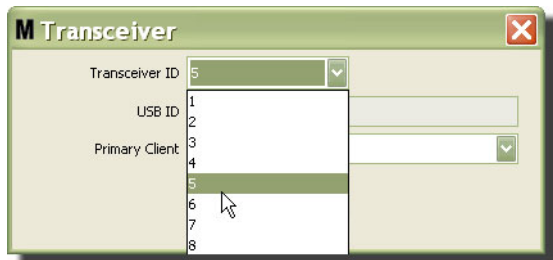

FIG. 89
- Om het zendontvanger-ID te wijzigen, klikt u op de pijl om het vervolgkeuzemenu op te roepen. In het vervolgkeuzemenu selecteert u een zendontvanger-ID dat nog niet wordt gebruikt door een zendontvanger in het systeem (FIG. 89). Klik op OK om het scherm te sluiten en de wijzigingen op te slaan.